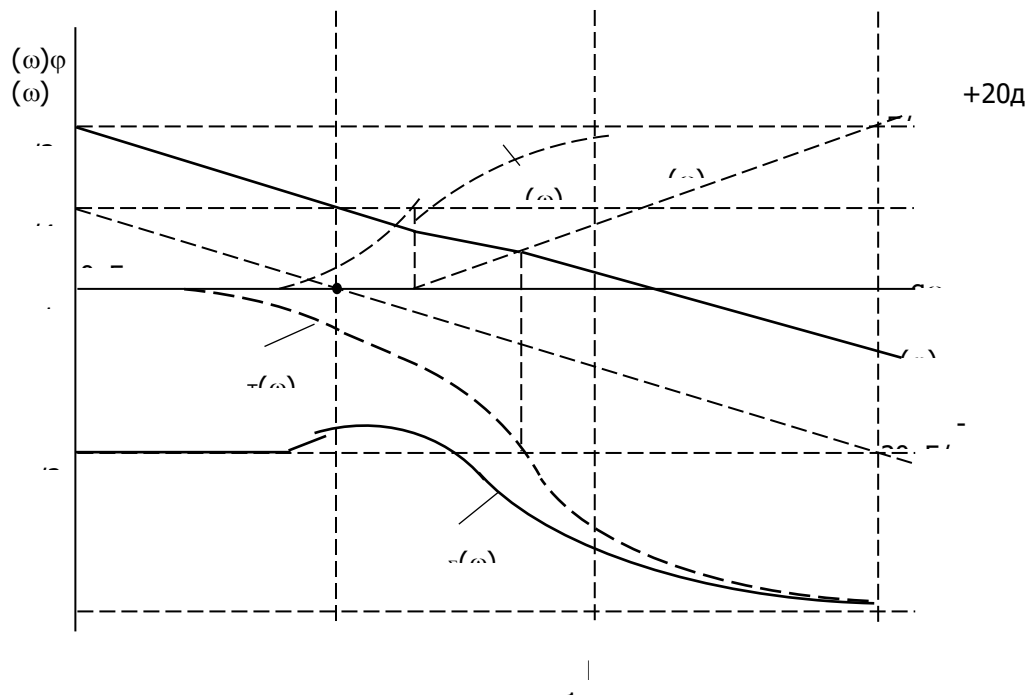

Рис. 1
6. По полученным данным на графике (рис. 1) в логарифмическом